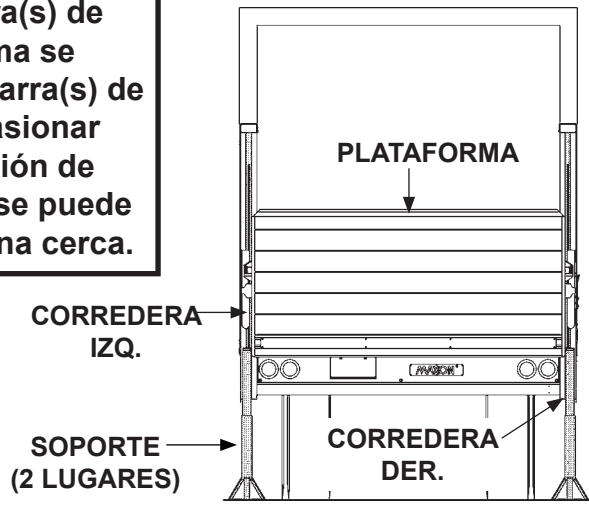

FIG. 16-1
1. Guarde la plataforma (**FIG. 16-1**). Verifique que la plataforma esté enganchada seguramente. Consulte el **Manual de Operación** para las instrucciones detalladas de operación.
2. Coloque un soporte para la plataforma y plat. abatible debajo de las correderas der. e izquierda (**FIG. 16-1**).